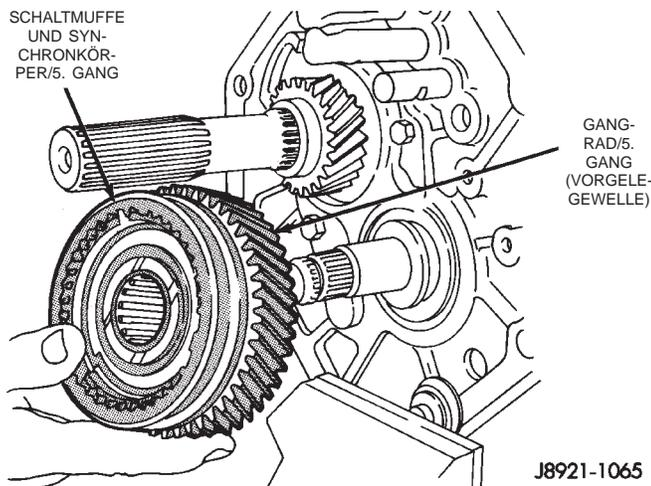

Abb. 58 Gangrad und Synchron einrichtung/5. Gang ausbauen
(10) Gangrad und Synchron einrichtung für den fünften Gang von der Vorgelegewelle abnehmen (Abb. 58).